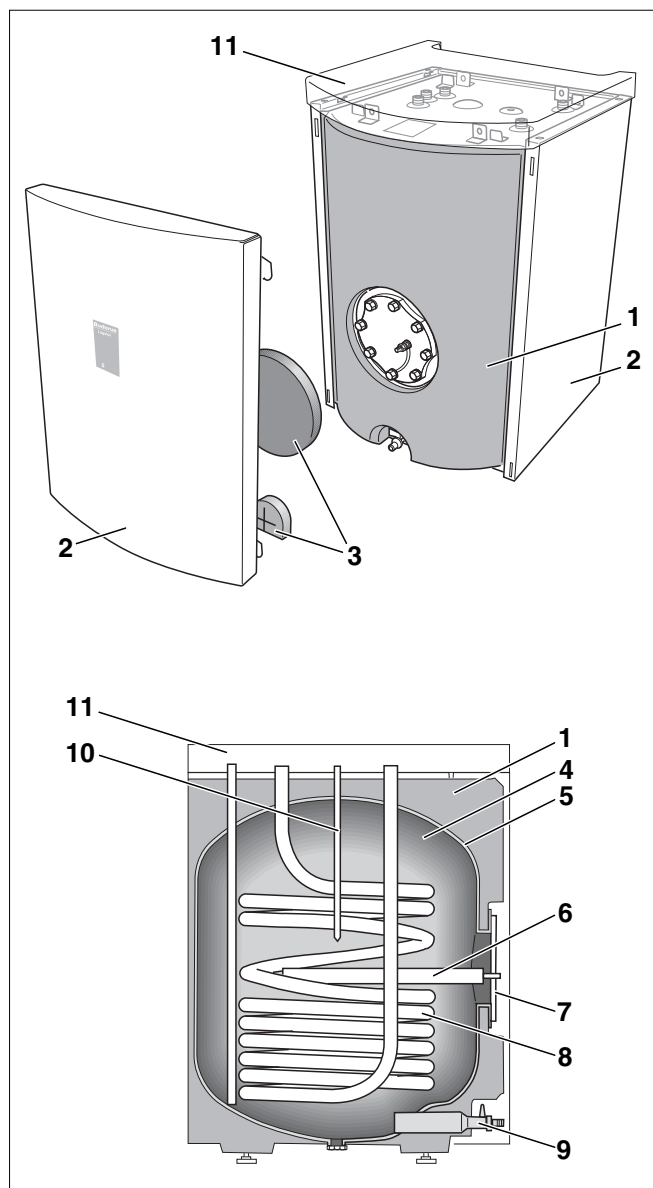

Fig. 1 Préparateurs d'ECS ÚÛ ÈÈGÓN (en dessous=schéma)
- Réservoir du préparateur (fig. 1, **pos. 4**) avec protection contre la corrosion.
La protection contre la corrosion est composée de la thermovitrification de Buderus DUOCLEAN MKT (fig. 1, **pos. 5**) et d'une protection cathodique supplémentaire par l'anode au magnésium (fig. 1, **pos. 6**), accessible par la trappe de visite (fig. 1, **pos. 7**).
- Isolation thermique (fig. 1, **pos. 1**)
L'isolation thermique en mousse rigide de polyuréthane sans CFC est injectée directement sur le préparateur d'ECS. Deux éléments d'isolation thermique (fig. 1, **pos. 3**) en mousse minimisent les pertes thermiques par la trappe de visite et le robinet de vidange.
- Habillage (fig. 1, **pos. 2**)
- Echangeur thermique à tubes lisses (fig. 1, **pos. 8**)
- Doigt de gant (fig. 1, **pos. 10**)
- Trappe de visite (fig. 1, **pos. 7**) pour l'entretien et le nettoyage, et robinet de vidange (fig. 1, **pos. 9**).
- Capot du préparateur (fig. 1, **pos. 11**, accessoires)